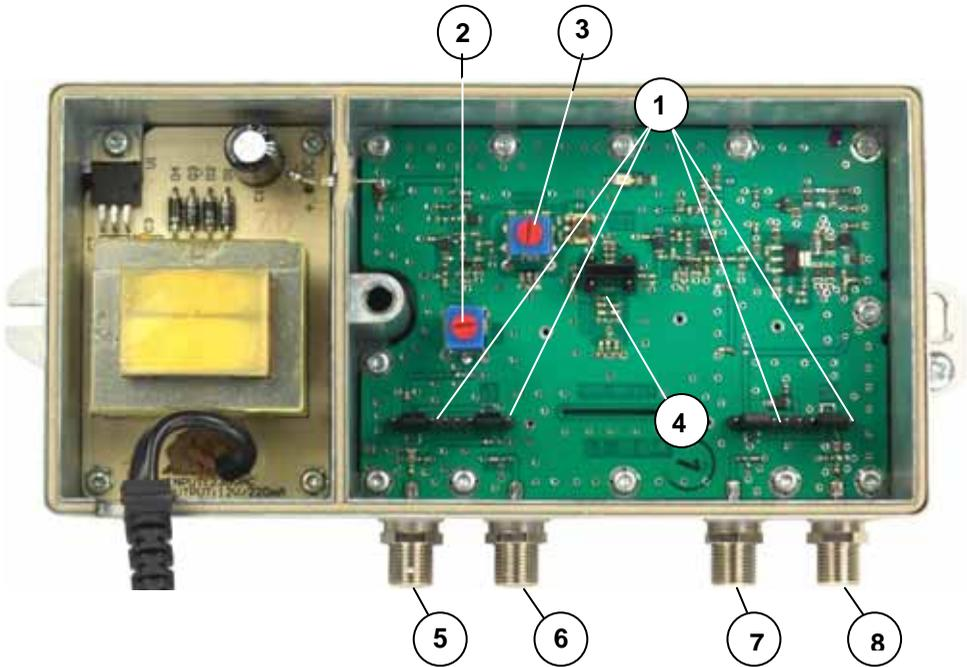

Bild 1 / figure 1
**Hinweis:** Bei Betrieb ohne Rückkanalmodul müssen die Brücken (Bild1/1) gesteckt sein.
Den Eingangspegel des Verstärkers mit dem Pegelsteller ( Bild1/2) einstellen.
Beim HB 30115 die Steckbrücken im Interstage (Bild 1/4) nach Bedarf stecken (Bild 2).
Der einstellbare Entzerrer im Interstagebereich ( Bild 1/3) ermöglicht eine zusätzliche Entzerrung.
**Note:** For operation without return path module the bridges (figure 1/1) must always be plugged.
Adjust the input level of the amplifier by the input attenuator (figure 1/2).
Plug the set point bridges (figure 1/4) of the HB 30 115 as needed (figure 2).
An additional equalisation interstage can be adjusted by the interstage equaliser (figure 1/3).
Bei Hinweisen auf ein durch eine Ortszahl versehenes Bauteil z.B. (Bild 1/3) bezieht sich in diesem Beispiel der Hinweis auf Bild 1 Ortszahl 3.
At references to a component e.g. (figure 1/3) provided by a place number the reference to picture 1 place number 3 refers in this example.